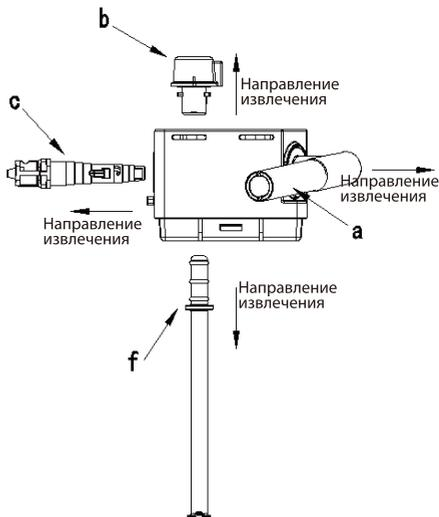

Рис. 1
1. Поверните трубку капучинатора (a) в положение, как показано на рисунке (рисунок 1) и вытяните ее в горизонтальном направлении.